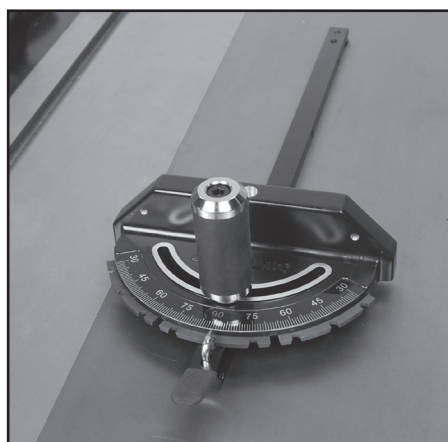

FIG. 16
2. Serrer la tige filetée dans le trou (U) qui se trouve sur le corps du guide d'onglet. Le guide d'onglet assemblé est illustré dans la fig. 16.